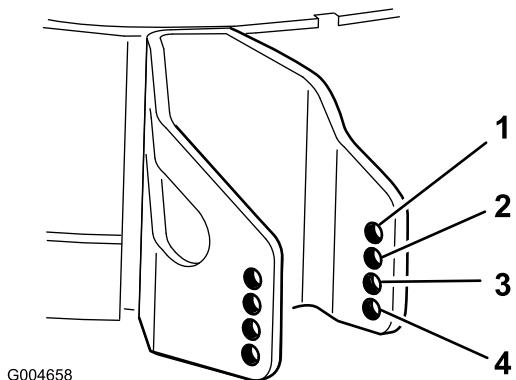

Рисунок 19
4. Выберите отверстие таким образом, чтобы защитный валик располагался как можно ближе к необходимой высоте скашивания (Рисунок 19).